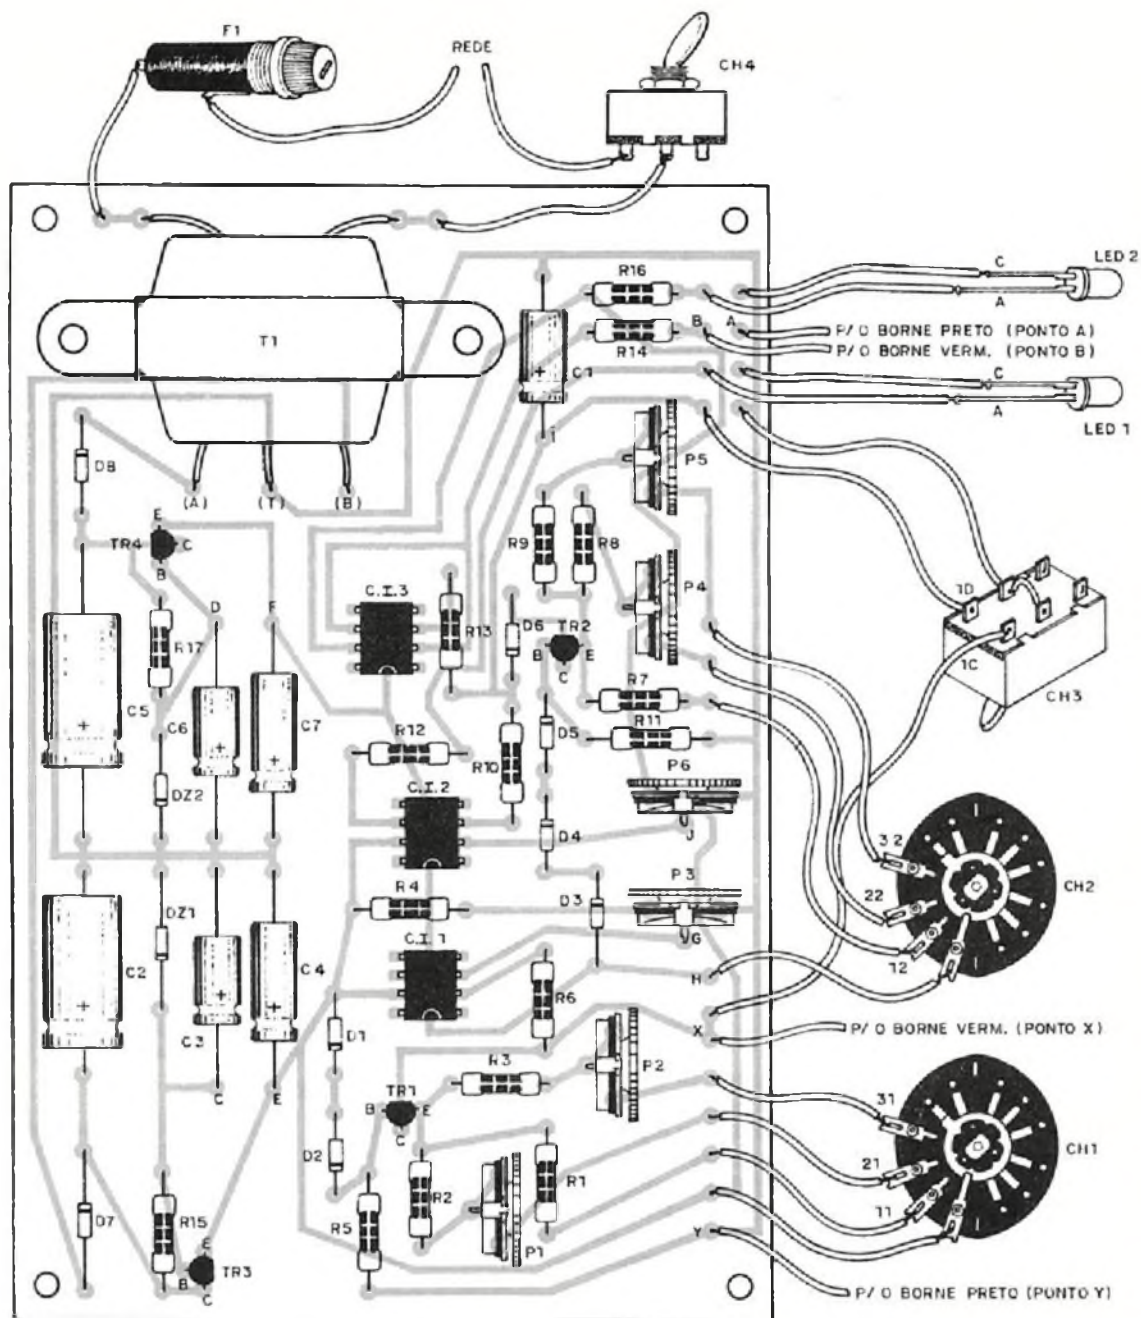

FIGURA 9
A disposição dos componentes na plaqueta, assim como as demais ligações a ela externas, acha-se na figura 9.
— Complemente montando F1 e CH4 de acordo com o chapeado da figura 9 — utilizar fio flexível de comprimento propício e o cabo ('rabicho') para interligar F1 e CH4 com a rede elétrica; não se esqueça de colocar o fusível no respectivo porta-fusível.
Medida: O valor da tensão alternada a/t ou b/t (figura 9) é da ordem de 12 volts (t de terra).
- Interligue os contatos da chave rotativa CH2 à plaqueta de circuito impresso conforme ilustra a figura 9.
Medidas: Situe totalmente para a direita o cursor dos trimpots P4 e P5, intercale um voltímetro sobre os bornes do capacitor C1 (i/t), comute CH3 para a condição ativa e proceda a um curto-circuito permanente entre os pontos X e Y. Com CH2 na posição 12 (figura 9) o valor da tensão deverá crescer lentamente até um máximo da ordem de 11 volts; girando esta mesma chave para as duas posições seguintes a tensão crescerá mais rapidamente que neste primeiro caso — toda vez que se trocar o contato de CH2, deve-se comutar, por um momento, CH3 a fim de descarregar C1 com o que ter-se-á uma tensão nula no voltímetro enquanto perdurar a condição 'CH3 operada'.
— Instale o integrado C.I.2 (chanfro para a esquerda) e o fotemissor LED1 vide figura 9.
— Solde aos pontos A e B (figura 9) fios flexíveis, sendo que o de cor preta será o correspondente ao ponto A e o vermelho ao B.
— Instale o segundo e último fotemissor (LED 2) tomando cuidado com a polaridade — vide figura 9.
"x 1 $\mu$ F", "x 0,1 $\mu$ F" e "x 0,01 $\mu$ F" para CH2, respectivamente a partir da posição inicial (posição 12 - figura 9).
"x 1 $\mu$ F", "x 10 $\mu$ F" e "x 100 $\mu$ F" para CH1, respectivamente a contar da sua primeira posição (posição 11 - figura 9).
A parte da construção encerra-se soldando-se os fios X e Y a um par de bornes assim como os fios A e B, obedecendo o padrão de cores indicado no chapeado da figura 9.
Para dar início à calibração situam-se as chaves rotativas CH1 e CH2 nas posições 11 e 12, respectivamente (figura 9), ou seja:
e atuar-se-á sobre o cursor de P1 (figura 9) até que